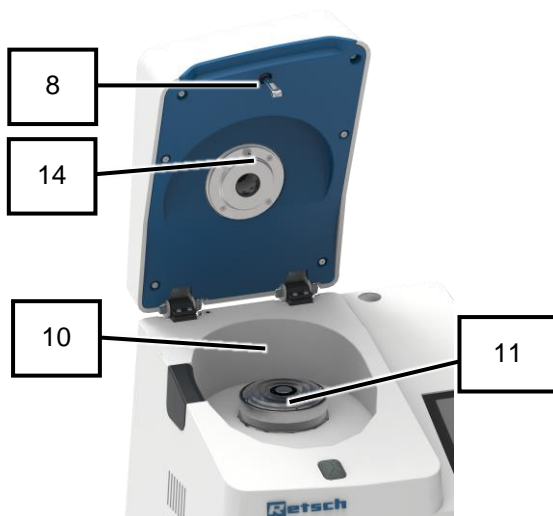

Fig. 57: Recinto interior
5. En caso de que se empleen, retire del recinto interior (10) las herramientas de molienda (recipiente colector con tapa, tamiz anular, rotor y disco de laberinto).
6. Limpie con un pincel el gozne de cierre (8) situado debajo de la cubierta del aparato (Fig. 57).
7. Limpie con un pincel el sensor de temperatura (14) debajo de la cubierta del aparato (2) y junto al eje del rotor (10) (Fig. 57).
8. Limpie el eje del rotor (11) con un aspirador (Fig. 57).
9. Limpie con un aspirador el recinto interior (10) y el lado inferior de la cubierta del aparato (2) (Fig. 57).
- ➔ El recinto interior (10) está limpio.